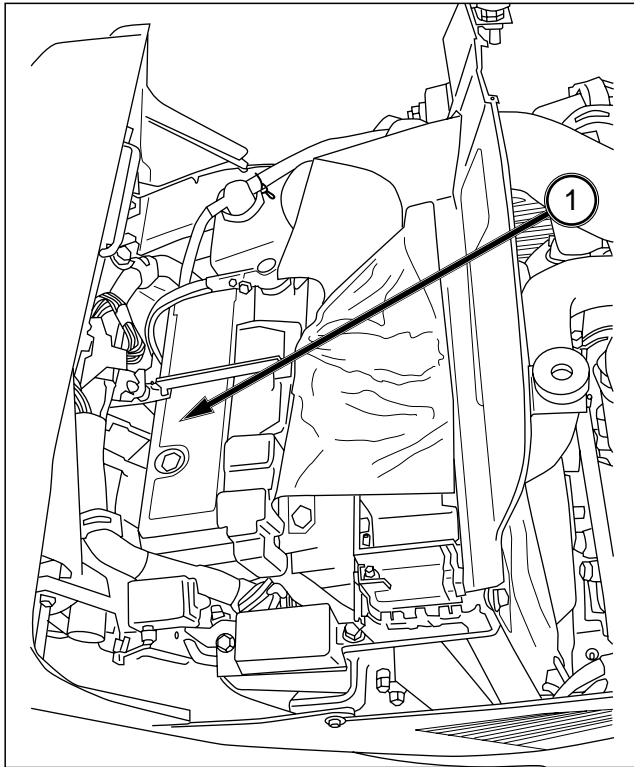

FIG. 5-32
FIG. 5-32 : La batterie (1), se trouve sous le capot moteur à l'avant du tableau de bord. Pour déposer la batterie, contrôler l'électrolyte ou nettoyer les câbles, ouvrez le capot moteur.